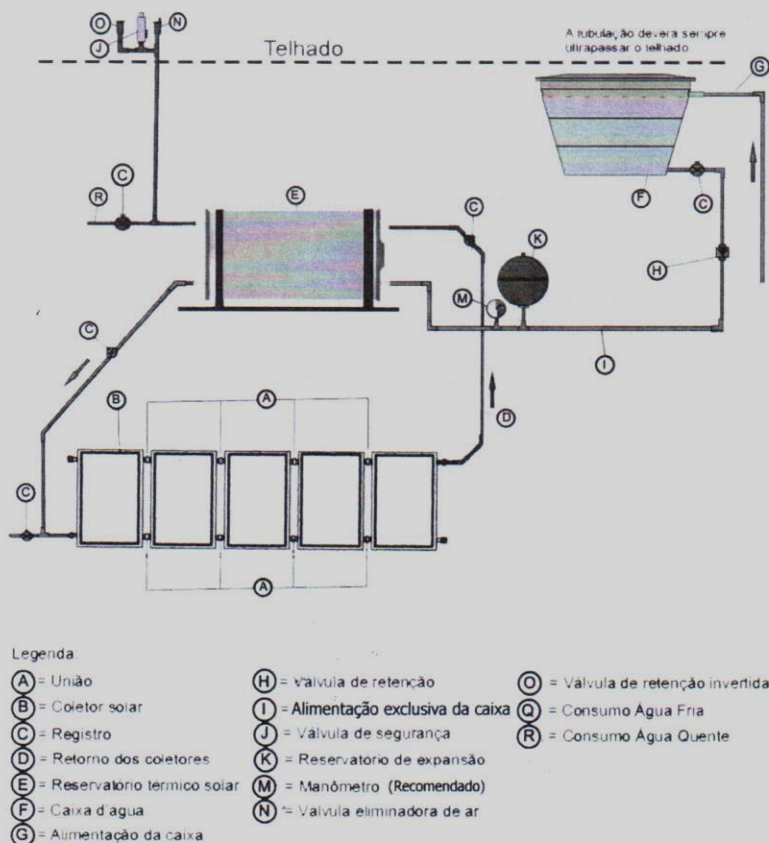
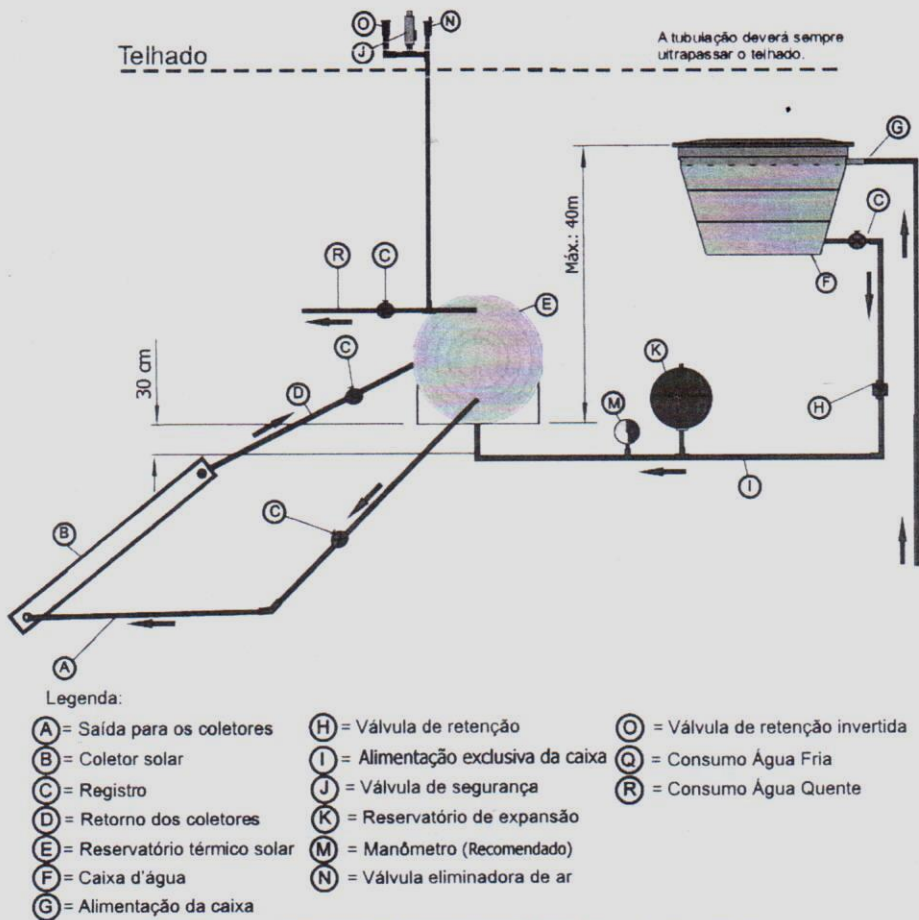

Figura 13 - Esquema de instalação – Sistema de alta pressão.
Figura 14 - Alturas recomendadas para o sistema de alta pressão.
Este tipo de sistema também pode ser montado para funcionar em termosifão como descrito no item 2.1 ou por circulação forçada como descrito no item 2.3.3. Para ver uma ilustração desse sistema veja a Figura 13 e a Figura 14.